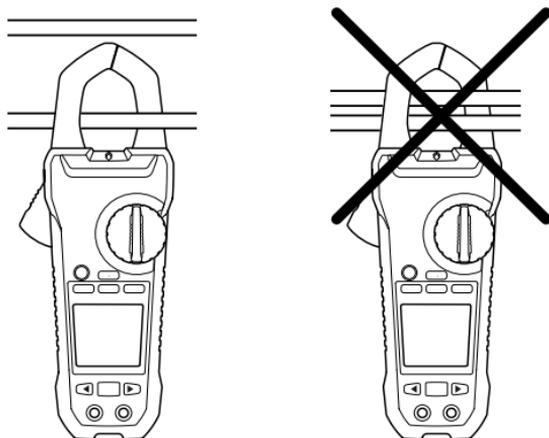

Figure 5.1 Configuration correcte et incorrecte
En cas de mesure de courant à l'aide des mâchoires de l'étau, un seul conducteur doit être entouré par les mâchoires. Reportez-vous à la figure 5.1.
- Appuyez sur le déclencheur pour ouvrir les mâchoires de l'étau. Insérez un conducteur. Reportez-vous à la figure 5.1. Pour des résultats optimaux, centrez le conducteur dans les mâchoires.